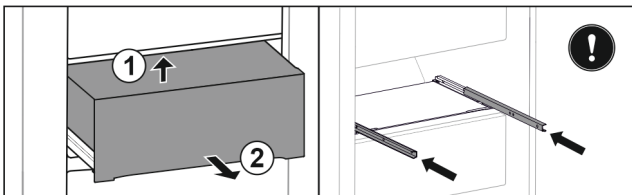

Fig. 37
- ▶ Повдигнете чекмеджето отдолу отзад. Fig. 37 (1)
- ▶ Извадете чекмеджето напред. Fig. 37 (2)